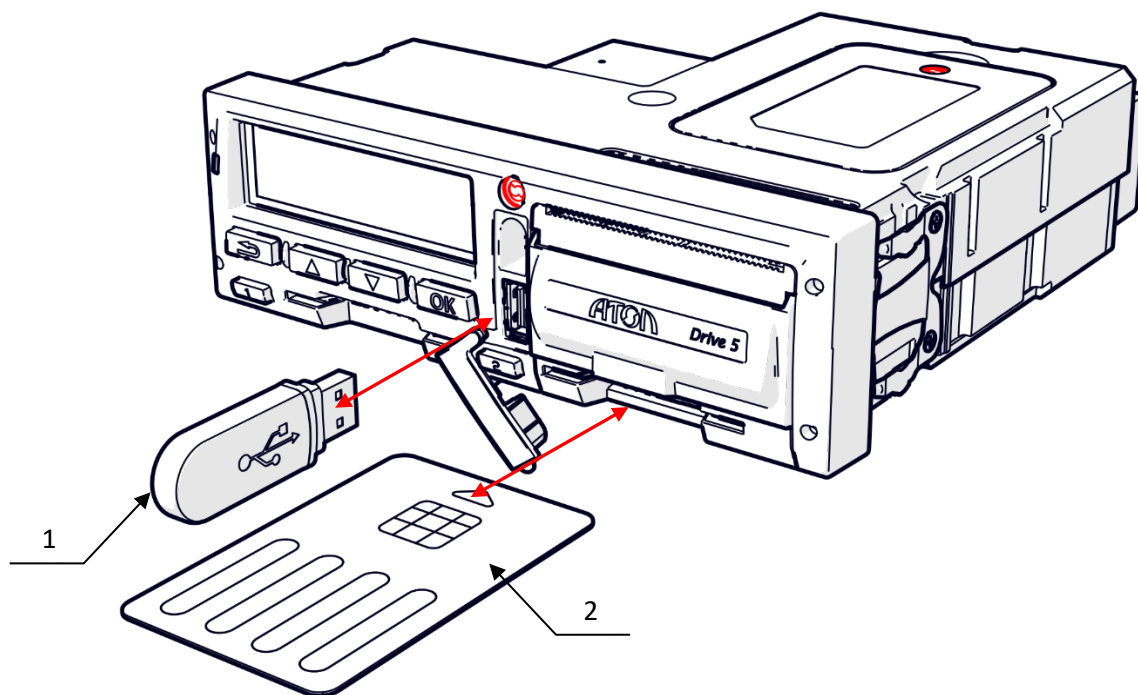

Рисунок 30. Выгрузка данных при помощи USB-накопителя
- с помощью USB накопителя. Подключение USB накопителя к тахографу производится через USB разъем (см. Рисунок 30. Выгрузка данных). Для выгрузки «Архива карты» необходима сама карта водителя. Для выгрузки «Архив тахографа» должна быть установлена карта предприятия, контролера или мастерской, и введен ее PIN-код. Расшифровка информации, скопированной с тахографа, производится с помощью специализированного ПО. ПО доступно на сайте производителя <https://atoldrive.ru/> в разделе «Поддержка» → «Документация и ПО».